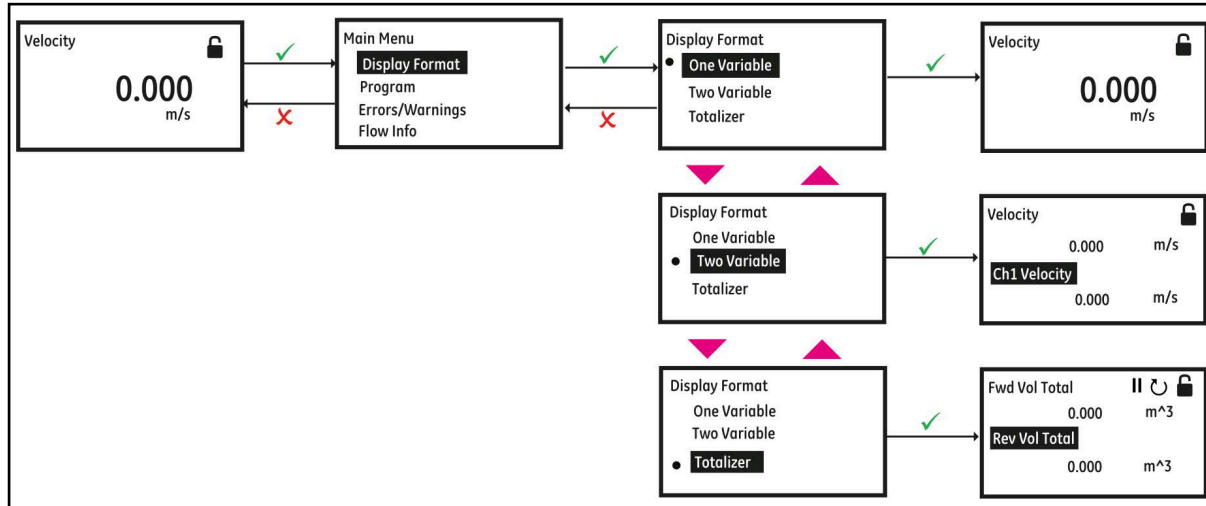

**Figura 22: Vista de medición**
Tras el encendido, si la *vista de medición* del medidor (consulte *Figura 22*) muestra un icono de bloqueo en la parte superior derecha de la pantalla, siga los siguientes pasos para desbloquear el medidor del modo de bloqueo del teclado.
- Por último, la *vista de medición* (consulte *Figura 22*)
Esta pantalla (Consulte *Figura 22*) se denominará "*Vista de medición*" a lo largo de este capítulo. El usuario puede elegir la medición que se mostrará en esta vista de una lista de opciones. El indicador de error situado en la parte inferior izquierda de la pantalla estará en blanco si el medidor no tiene ningún error.